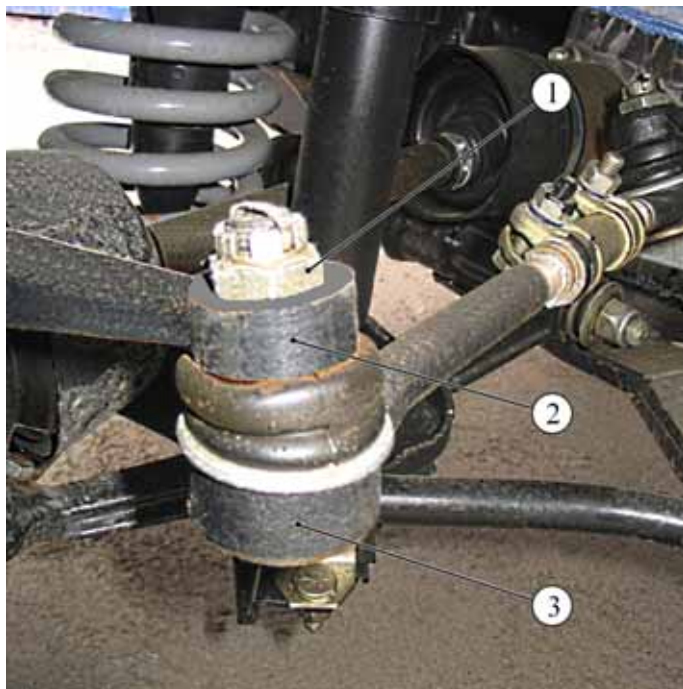

Рисунок 2 – Детали рулевого привода:
2.6 Расшплинтовать и отвернуть гайку 1, рисунок 2, крепления шарового пальца наружного наконечника 3 рулевой тяги, выпрессовать шаровой палец из поворотного рычага 2 (плоскогубцы, ключ кольцевой 22, съемник типа 12623 код 71 05 00 01 ф. "Stahlwille").